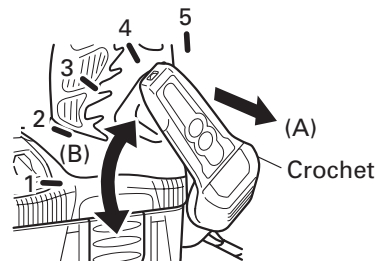

Fig. 7
- (1) Ouverture du crochet
- (a) Tirer le crochet vers soi dans le sens de la flèche (A), et le tourner dans le sens de la flèche (B). (Fig. 7)